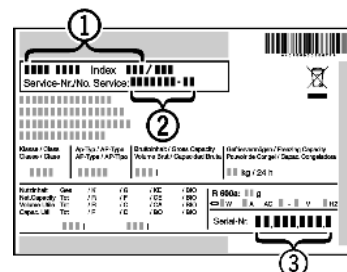

Fig. 8
- ▶ Leggere la denominazione dell'apparecchio *Fig. 8 (1)*, il n° assistenza *Fig. 8 (2)* e il n° di serie *Fig. 8 (3)* sulla targhetta identificativa. La targhetta identificativa è situata all'interno dell'apparecchio, sul lato sinistro.
- ▶ Informare il servizio di assistenza e comunicare il difetto, la denominazione dell'apparecchio *Fig. 8 (1)*, il n° assistenza *Fig. 8 (2)* e il n° di serie *Fig. 8 (3)*.